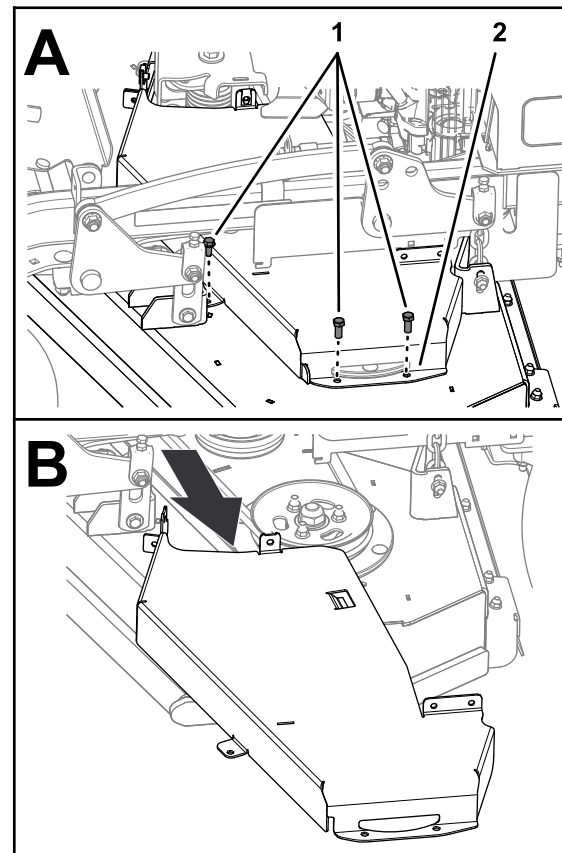

Figura 37
4. Retire los 3 pernos que fijan la cubierta de la correa izquierda a la carcasa y retire la cubierta (Figura 37).